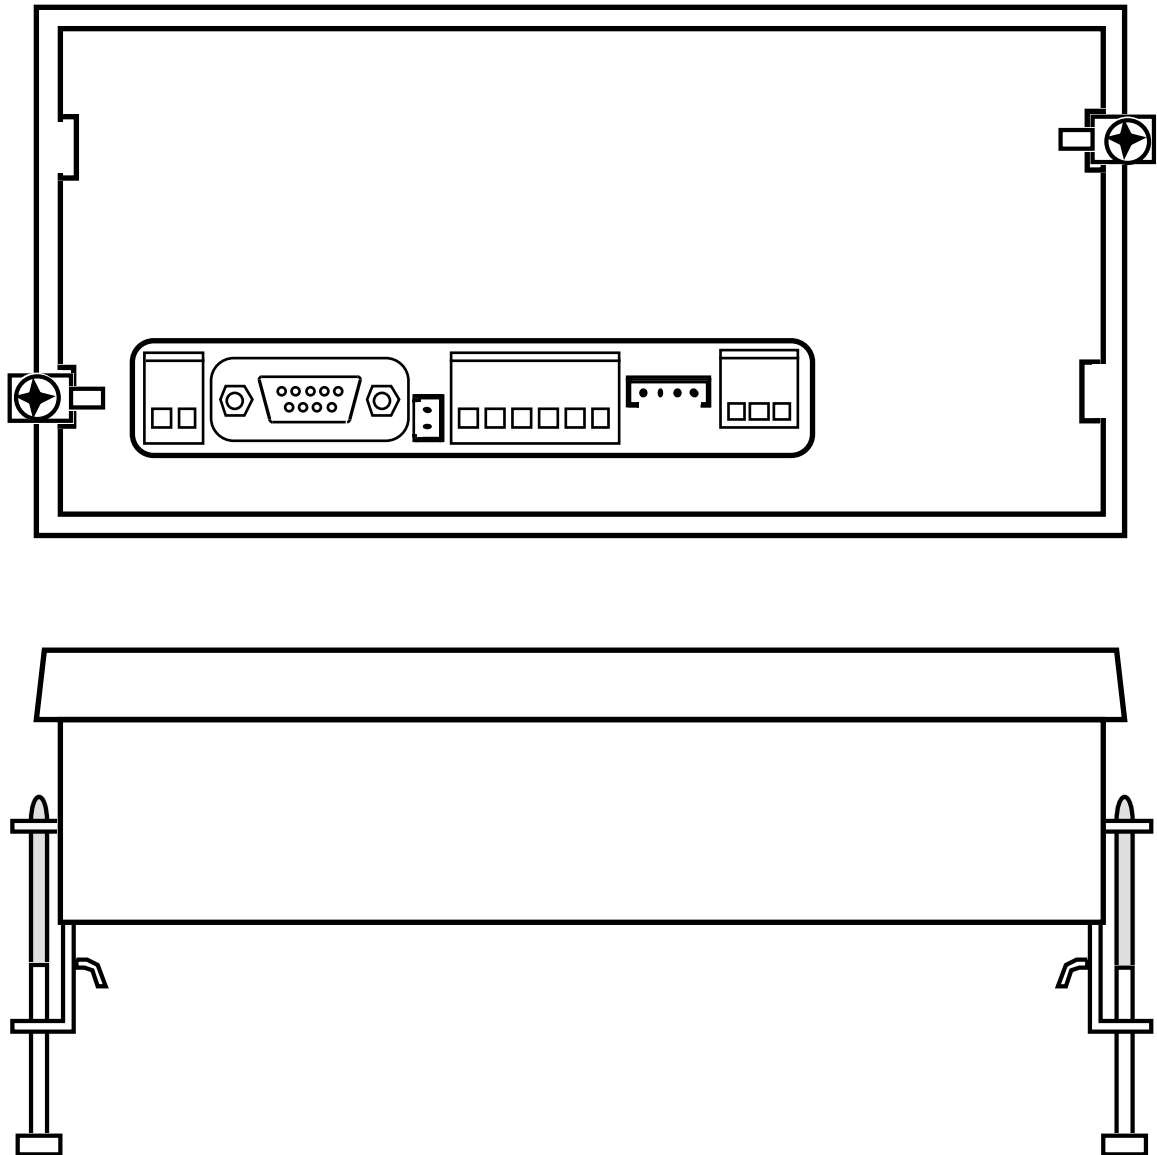

FIGURA C3: VISTA QTP 16BIG + STAFFE DI MONTAGGIO
- 4) agganciare le due staffe preparate al punto 2 negli appositi incastri laterali della **QTP 16Big** facendo attenzione che il primo gancio della staffa, quello vicino al foro filettato, si incastri correttamente nell'asola del contenitore (come illustrato in figura C3);